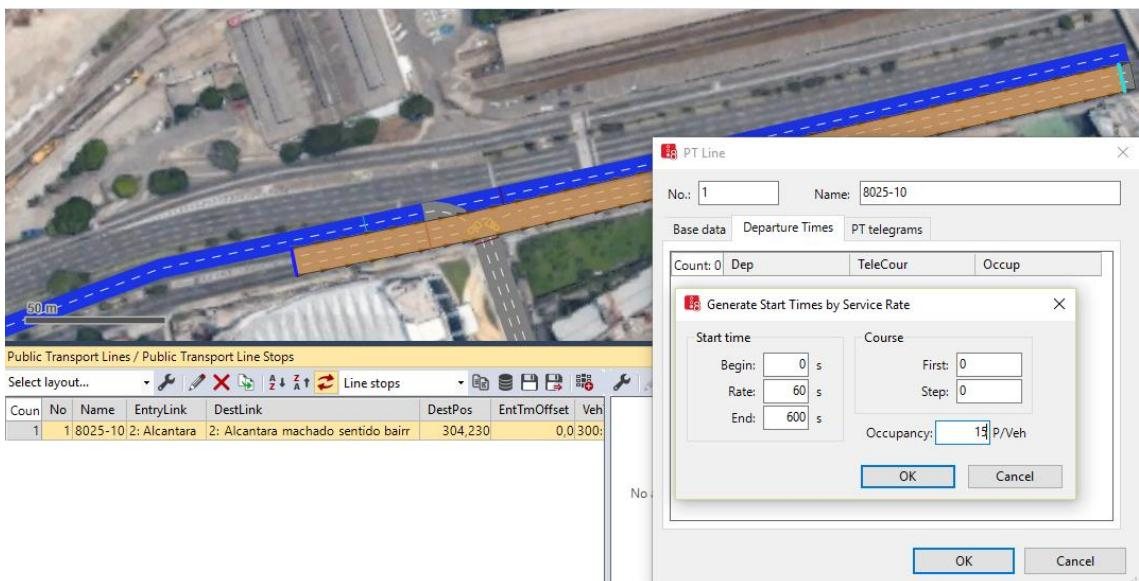

Figura 30
65. Com a lista aberta, clique duas vezes sobre a linha correspondente ao ônibus criado e abra a janela **Departure Times**. Clique com o botão direito e na opção **Generate Departure Times (Generate Start Times)** para gerar os tempos de partida dos ônibus. Configure como na Figura 30. Clique nos OKs.